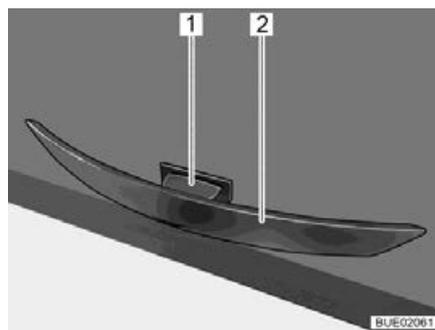

Bild 88 Griff mit Entriegelungstaste
- Entriegelungstaste (Bild 88,1) drücken und gedrückt halten.
- Am Griff (Bild 88,2) ziehen, bis die Möbelklappe offen ist.